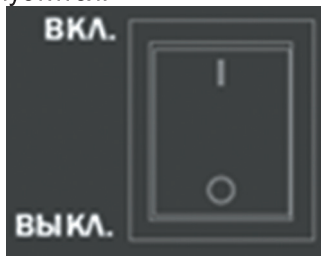

Рис. 11
3. Установите выключатель зажигания в положение «Вкл.» (рис. 11)